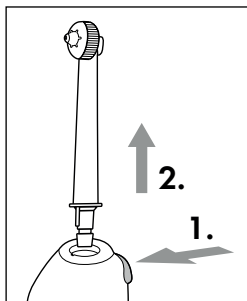

Fig. 3
- ◆ Per togliere la testina **2** premere il pulsante di sblocco **1** del manico **5** e tirare via la testina **2** dal manico **5** (vedere fig. 3).